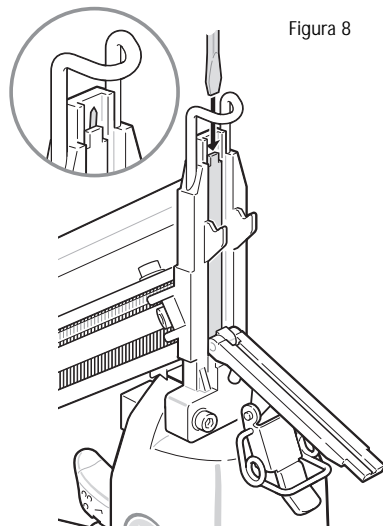

Figura 8
5. Si es preciso, introduzca un destornillador de hoja plana de modo que toque la punta de la hoja de inserción. Consulte la Figura 8. Golpee suavemente el destornillador con un martillo. El destornillador empujará la parte posterior de la hoja de inserción liberando el atasco.